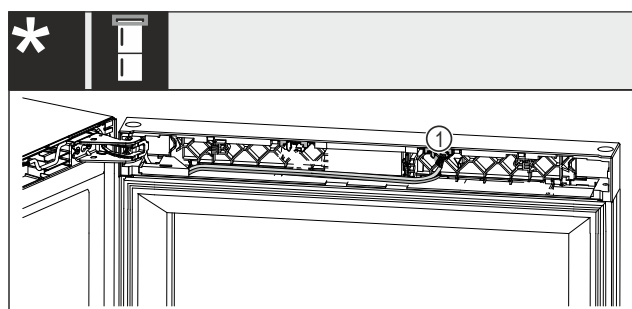

Fig. 19 Combiné compartiment à vin/congélateur
- Retirer avec précaution le connecteur Fig. 19 (1) du logement.